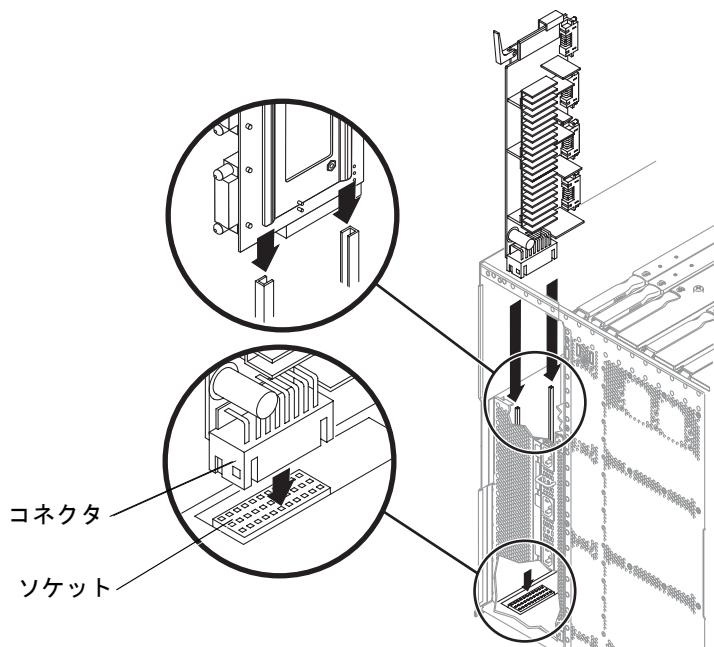

図 7-7 配電盤の挿入
5. 配電盤をカードガイドに合わせます。ベースプレーンとかみ合うように、配電盤をゆっくりと差し込みます (図 7-7)。